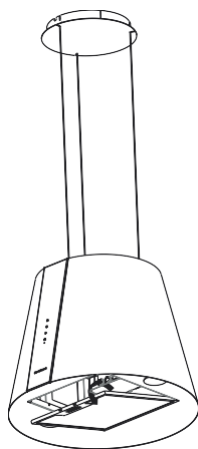

Fig. 8
2. ➔ Abra el bloqueo del filtro de aceite metálico (Fig. 8/2) y asegúrese de que no se caiga.
3. ➔ Incline el filtro de aceite metálico hacia adelante y levántalo (Fig. 8/2).